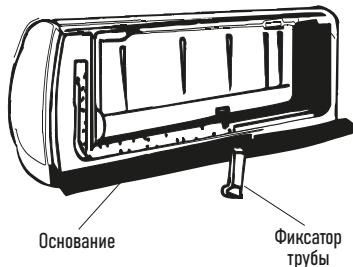

Рисунок 11
- Переместите выпускную трубку в левую сторону и снимите крышку с правой стороны. Закрепите трубы в пазу внутреннего блока с помощью фиксатора трубы (рис. 11).